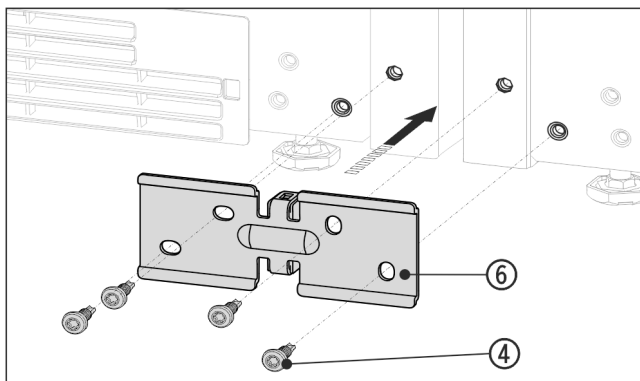

Fig. 15 Eksempelfremstilling
- ▶ Skyv vinkelen Fig. 15 (6) med avstandsstykket inn mellom enhetene, og skru den løst på med 4 skruer Fig. 15 (4).